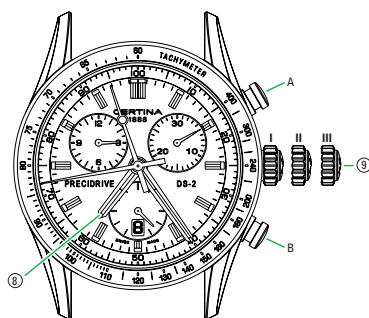

Рис. 1
**Считывание показаний (см. рис. 1)**
**Примечание:** Все функции хронографа доступны, когда головка находится в нейтральном положении I. В течение первой минуты измерения показаний, стрелка счетчика 1/100 секунды (8) указывает текущее значение с точностью до 1/100 секунды. По истечении первой минуты хронометража, стрелка счетчика 1/100 секунды (8) останавливается у отметки 12, и указывает время с точностью до 1/100 секунды только после нажатия на кнопку **A** или **B**.
**Считывание показаний 1 (см. рис. 1)**